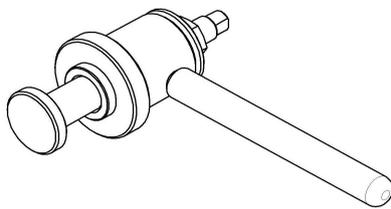

Рис. 37 Приспособление для запрессовки манжет.
- используя приспособление для запрессовки манжет (см. рис.37) установить манжету 1;